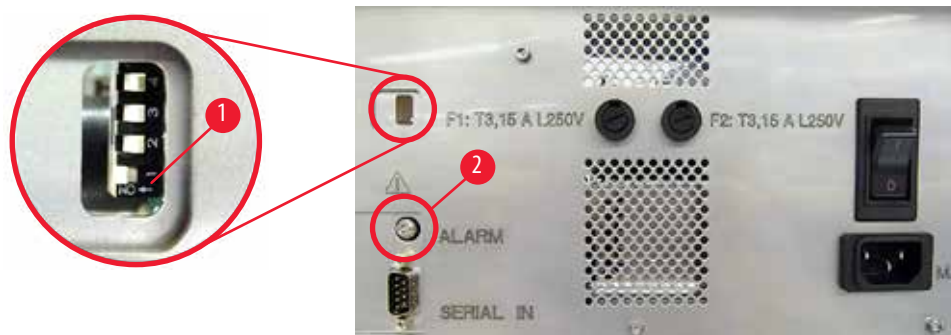

Рис. 41
- » Для деактивации датчика сигналов отожмите выключатель в самой нижней части (→ "Рис. 41-1") вправо (→ "Рис. 41").